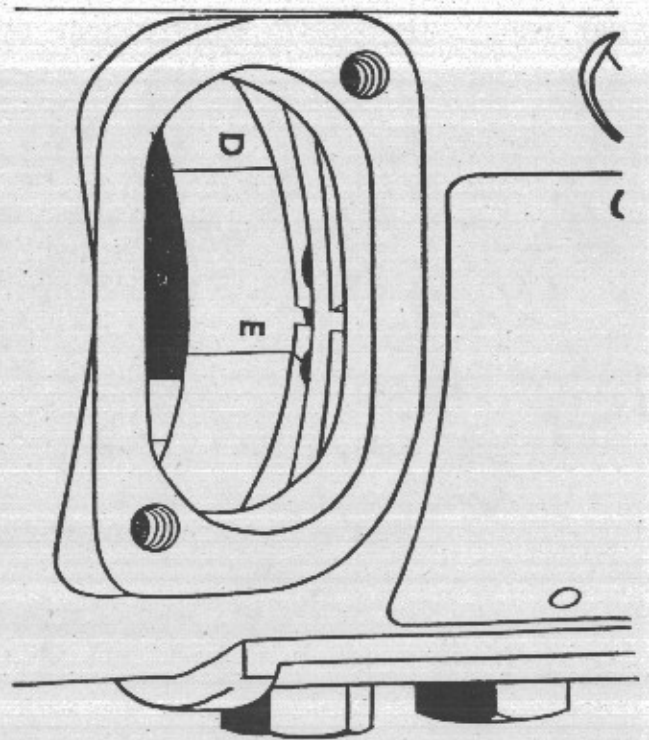

Fig. 67
- Togliere il coperchio di ispezione della pompa di iniezione, rendendo visibile il rotore: nella posizione di punto di inizio d'iniezione nel pistone n. 1, la linea contraddistinta dalla lettera « E » sul rotore, deve essere allineata con quella incisa sull'anello elastico di fase (indice fisso) (fig. 67). Se questo non si verifica e tuttavia la linea sulla flangia della pompa di iniezione è allineata con la linea